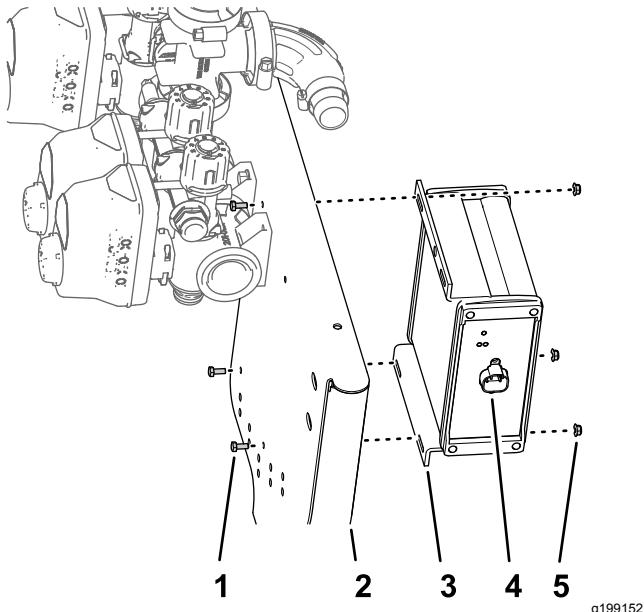

Рисунок 96
1. Установите контроллер опрыскивателя ASC 10 на передней стороне опоры крепления клапанов так, чтобы 4-штыревой разъем был направлен наружу (Рисунок 96).
2. Установите контроллер опрыскивателя на опору крепления клапанов (Рисунок 96) с помощью 3 болтов (4 x 10 мм) и 3 фланцевых контргаек (4 мм).